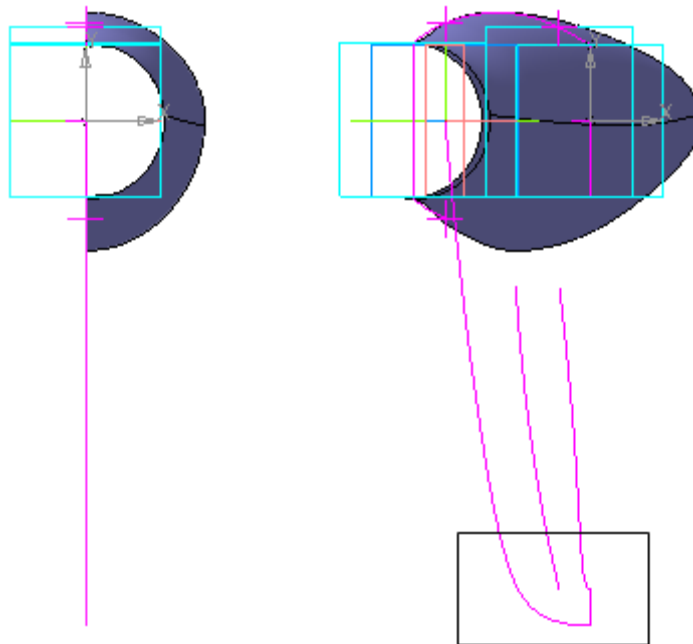

Рисунок 12.
- Разверните модель немного влево и значительно увеличьте ее нижнюю часть (рис. 12).